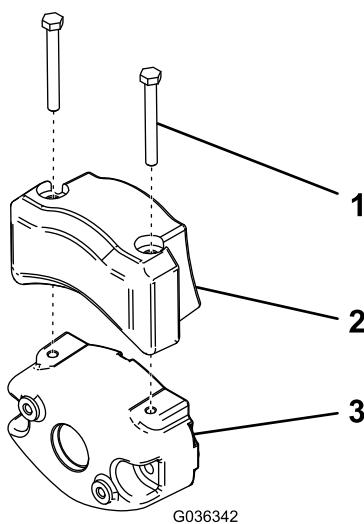

Figura 9
- Sujete el contrapeso eléctrico al contrapeso existente con 2 tornillos, según se muestra en Figura 9.